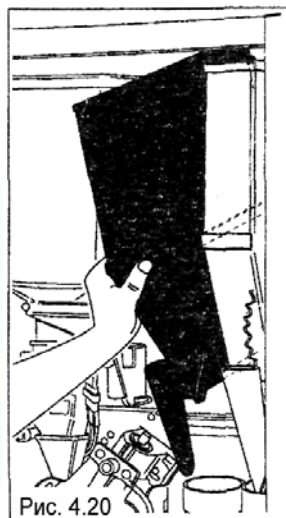

Рис. 4.20
- Выньте из торгового автомата все контейнеры для продуктов (рис. 4.20).